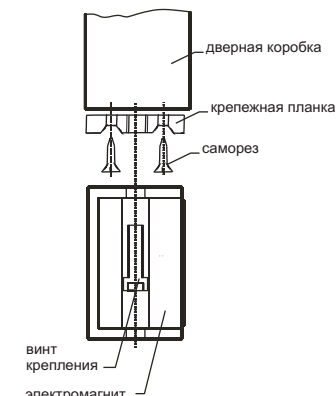

Рис. 2. Схема установки электромагнита M1-150
1.2.2. Разметьте и просверлите в дверной коробке 4 отверстия. Прикрутите крепежную планку как показано на Рис. 2.